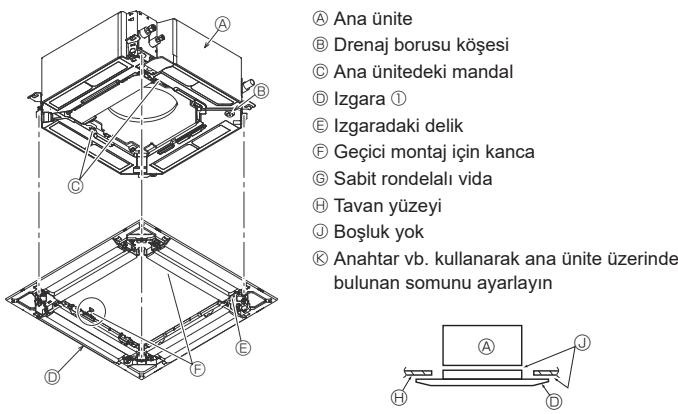

Fig. 9-6
9.4.2. Izgaranın geçici olarak montajı (Fig. 9-6)
- Daha önceden yerlerine takılan vidaları sıkıracak izgarayı sabitleyin. (Fig. 9-6)
Ana ünite ile izgara arasında ya da izgara ile tavan yüzeyi arasında boşluk kalmamasına dikkat edin. (Fig. 9-6)